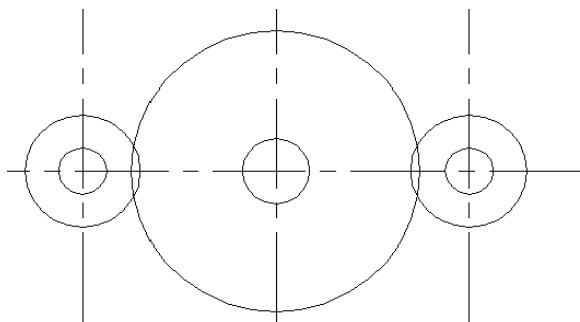

图 7-77
(1) 首先把“中心线”层置为当前层。
(2) 单击【绘图】工具栏上的 $\square$ 按钮，在屏幕上的适当位置绘制一水平和垂直参照线。
(3) 单击【修改】工具栏上的 $\square$ 按钮，把绘制好的垂直中心线向右分别偏移“40”和“80”。
(4) 把“实体”层置于当前层。
(5) 单击【绘图】工具栏上的 $\bigcirc$ 按钮，以中心线的左交点作为圆心，分别绘制一半径为“5”和“12”的同心圆。以中心线的中间交点为圆心，分别绘制一半径为“7”和“30”的圆。以中心线右交点为圆心，分别绘制一半径为“5”和“12”的圆。所绘结果如图 7-77 所示：
(6) 打开“切点”捕捉方式，单击【绘图】工具栏上的 $\square$ 按钮，分别捕捉半径为“30”和半径为“12”的切点绘制其外公切线。